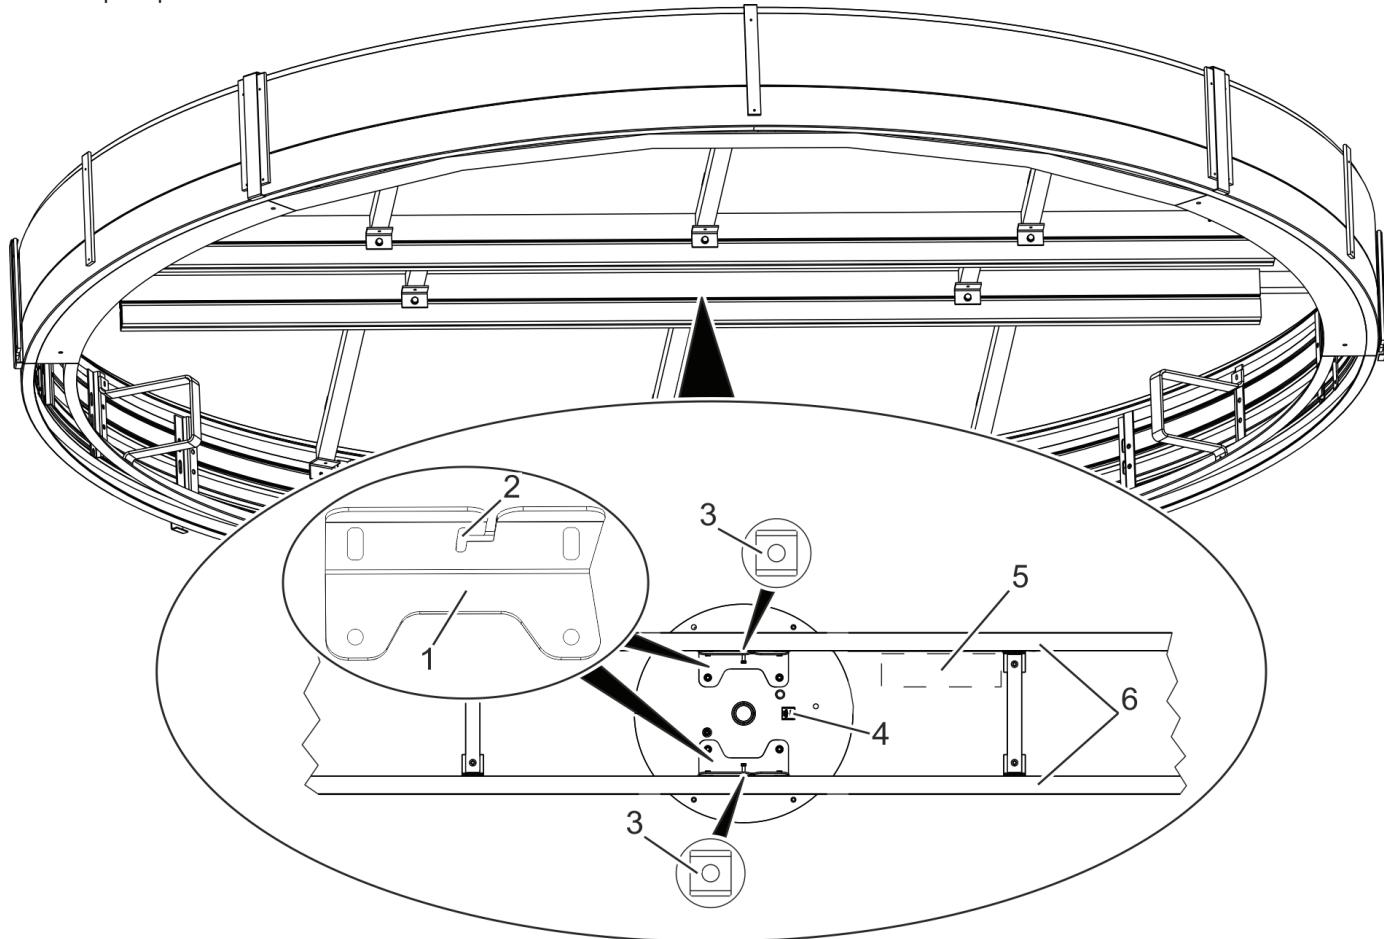

Рис. 55 Подвешивание привода
2. Выровнять по 1 ходовой гайке (рис. 55/3) в каждой из центральных балок относительно центра (рис. 55/6) и ввернуть по одному винту в ходовые гайки (набор винтов 34053401150).
Поднимать привод нужно вдвоем, направляя его по центру между центральными балками (рис. 55/6), и подвесить его на винтах с помощью пазов (рис. 55/2).
6. Вывернуть крепежные винты из пазов угловых кронштейнов (рис. 55/2).
9. При обнаружении различий нужно вставить прокладки между угловым кронштейном (рис. 55/1 + 2) и центральной балкой (рис. 55/5).
Поднимать привод нужно вдвоем, направляя его по центру между центральными балками (рис. 55), и установить его на угловые кронштейны. Затем закрепить его винтами (набор винтов 9501900275700).
Убедиться в том, что соединение системы управления (рис. 55/4) направлено в сторону регулятора (рис. 55/5), устанавливаемого позднее.